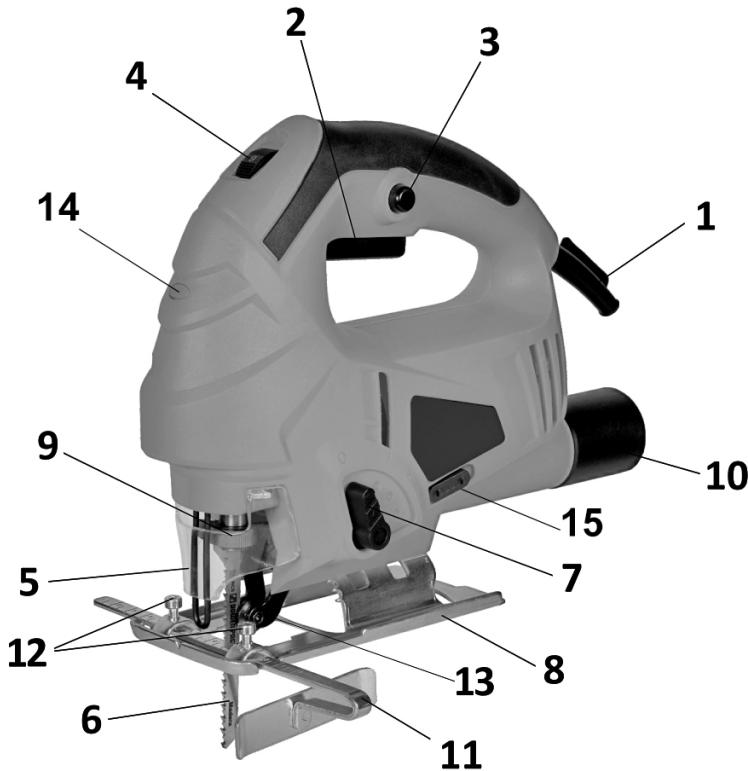

Рисунок 1
- Включение на короткое время производится нажатием клавиши выключателя 2 (Рис.1). Для того что бы выключить, просто отпустите клавишу.
- Для длительного включения, нажмите клавишу выключателя 2 (Рис.1) и зафиксируйте кнопкой фиксации 3 (Рис.1). Для выключения, кратковременно нажмите и отпустите клавишу выключателя, фиксатор разблокирует клавишу и лобзик остановится.
Для работы лобзиком используются специальные пилки. Они крепятся в быстрозажимном креплении 9 (Рис.1,2,3).
- Отвести в сторону флагшток быстрозажимного крепления 9 (Рис.1,2,3).
**Внимание!** Пилка устанавливается в положении «зубьями вперед» (Рис.1,2,3). Неправильная ориентация пилки ведёт к поломке лобзика. При установке пилки следите за тем, чтобы её торец входил в паз опорного ролика 13 (Рис.1,2,3). Не открывайте защитный экран, когда движется плунжер.
4.5 Регулятор числа двойных ходов 4 (Рис.1) служит для установки необходимой частоты двойных ходов штока от наименьшей до наибольшей.
Параллельная направляющая используется для пиления параллельно базовой кромки заготовки. Ее устанавливают в специальные пазы и фиксируют винтами 12 (Рис.1).
Насадка для подключения пылесоса (адаптер) 10 (Рис.1).